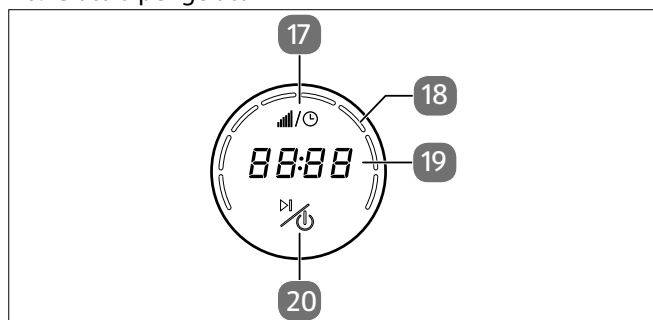

Fig. 4 - Comandi dell'apparecchio/Display
3. Regolatore di velocità (rotazione)/comandi dell'apparecchio/display (vedere Fig. 4)